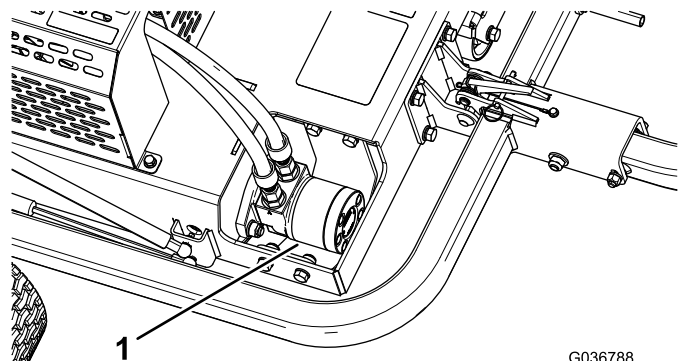

Figura 40
3. Elimine la suciedad y los residuos del área alrededor del motor hidráulico (Figura 40).